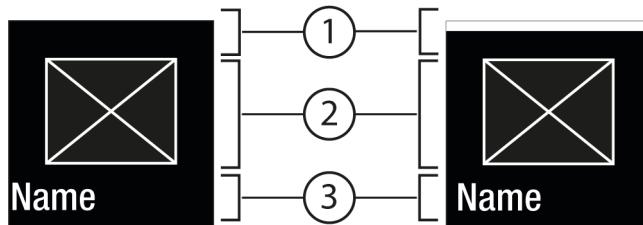
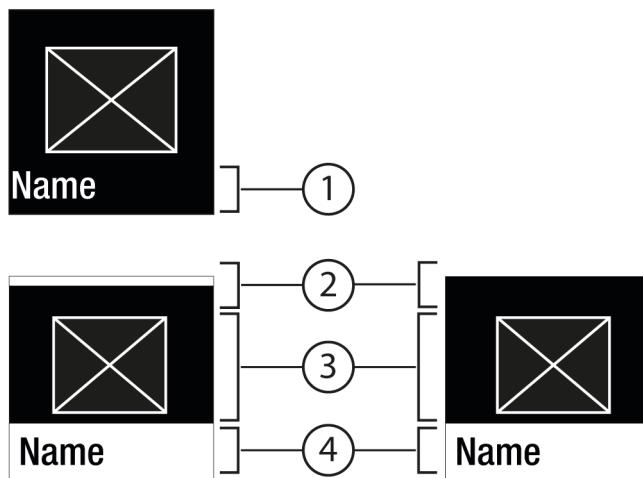

Fig. 6
Fig. 7
- Pomoću Potvrdi Fig. 5 (2) pozovite Podizbornik Fig. 7 (4).
- Namještanje nove vrijednosti: Pomoću Potvrdi Fig. 5 (2) odaberite deaktiviranu vrijednost Fig. 6 (1).
- Natrag u izbornik: Pomoću Potvrdi Fig. 5 (2) odaberite već aktiviranu vrijednost Fig. 6 (2).
- Status: aktiviran Fig. 6 (1) pojavljuje se kratko u podizborniku Fig. 7 (4).